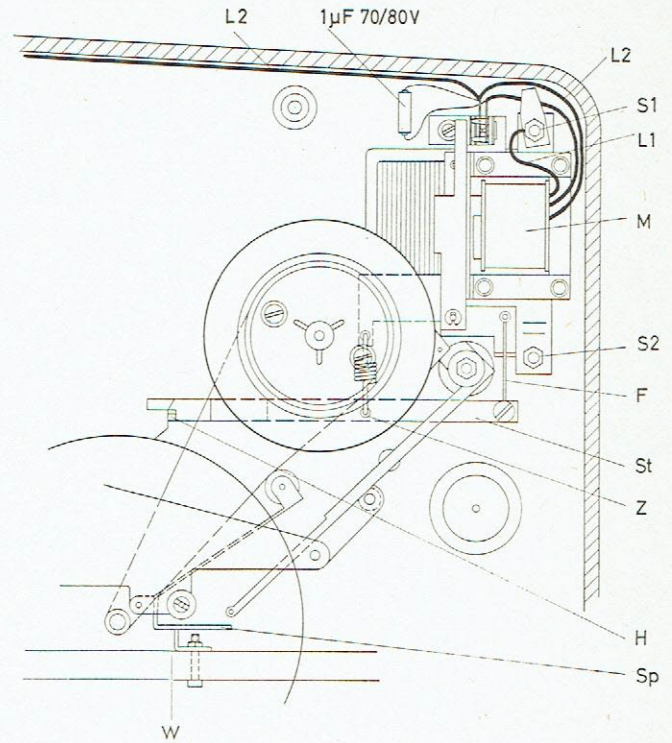

Fig. 17
6. Passer le fil L 2 (le plus long) par la prise de commande à distance où il est raccordé au pôle libre (2). Pour cela, amener le fil le long de l'arrière de l'appareil et le faire sortir par la découpe prévue dans le châssis, derrière la prise casque.
7. Comme indiqué sur la figure 17, l'équerre W est fixée sur le levier GP. La vis de réglage 4 a (voir fig. 10) doit être serrée de telle façon que le levier du galet tendeur Sp ne repose plus que sur l'équerre W.
La fig. 17 indique l'électro-aimant, version «courant continu» (Magnétophon 76). Le modèle «courant alternatif» (Magnétophon 75-15) en diffère peu (pas d'inverseur et condensateur 1 µf 70/80 V).